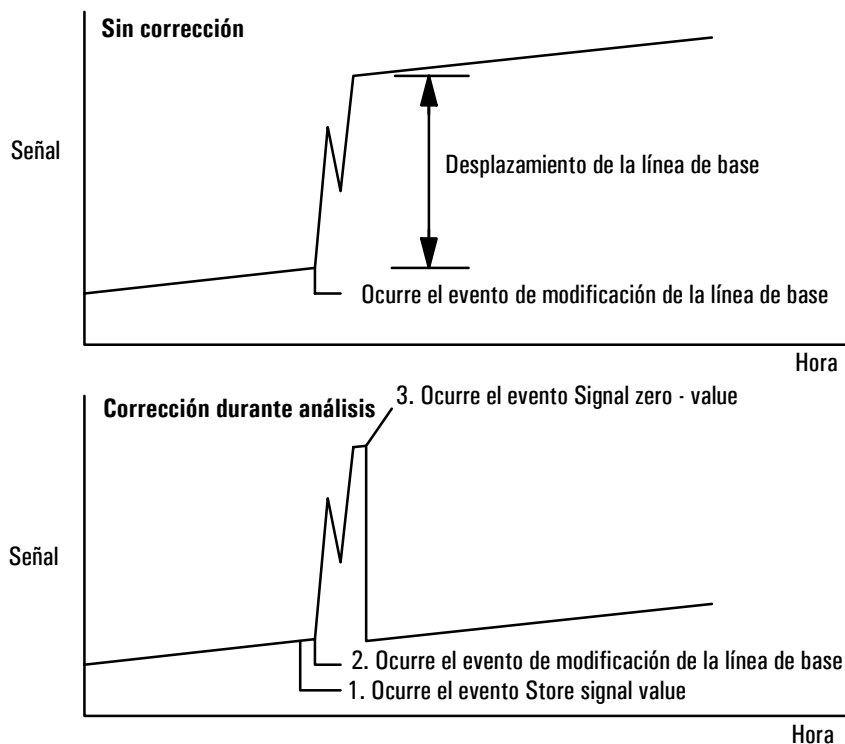

Figura 2. Corrección de las modificaciones de nivel de la línea de base
- *Signal Zero - Value*— Modifica la línea de base perturbada sustrayendo de todos los valores futuros de señal el valor almacenado por el evento Store Signal Value. Cuando estos dos eventos rodean una acción de modificación de la línea base, el efecto es llevar a la nueva línea de base al nivel previo. El evento Store debe ocurrir antes de la modificación, y el evento Zero - Value después de que la línea de base se haya estabilizado al nivel modificado. Consultar la Figura 2.